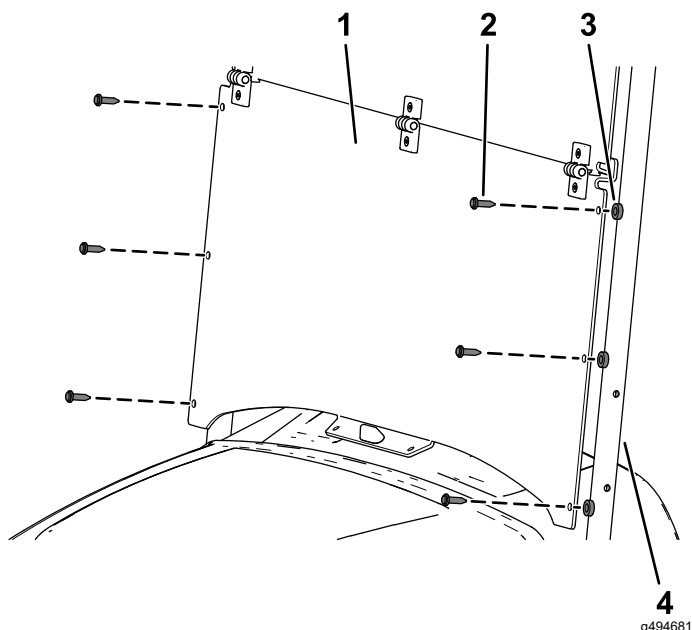

Figura 8
- Alinhe os furos na parte inferior do para-brisas com os furos nos tubos de apoio do toldo (Figura 8).
- Prenda as laterais do para-brisas aos tubos de apoio do toldo utilizando seis espaçadores de plástico e seis rebites de plástico compridos (Figura 8).